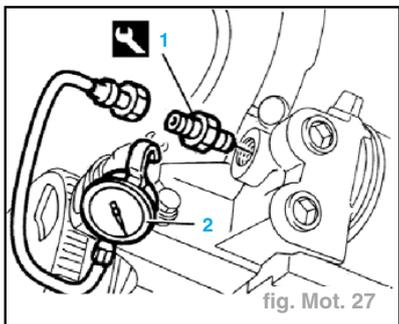

fig. Mot. 27
- Monter le raccord à la place de l'interrupteur de pression d'huile moteur (1) (raccord réf. **1-860-969-000**) (fig. Mot. 27).